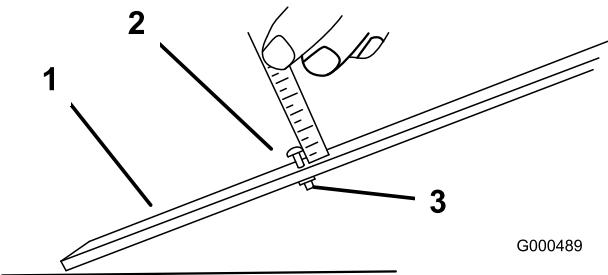

図 50
- ゲージバー図50のナットをゆるめ、調整ねじを希望の刈り高に合わせるねじ頭の下からバーの表面までの距離が刈り高となる。